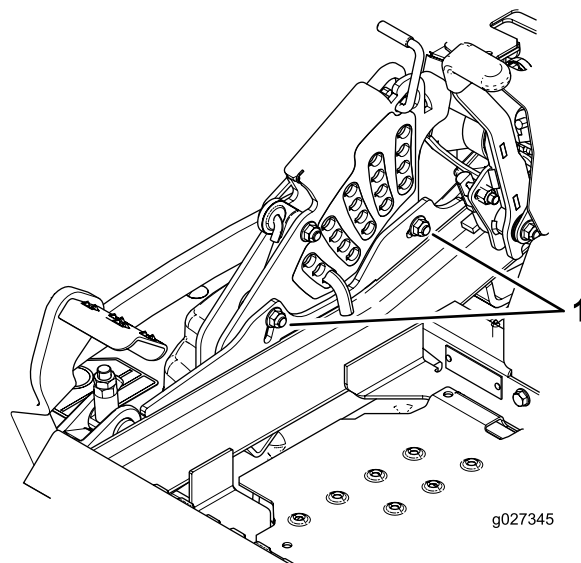

Figure 94
11. Pour régler le système monopoint, desserrez les 2 boulons au bas de la plaque de hauteur de coupe (Figure 94).
13. Serrez les 2 boulons au bas de la plaque de hauteur de coupe (Figure 94).